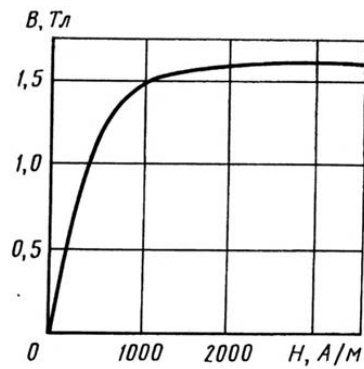

Рис. 2
9. Какой магнитный поток возбуждается в тороидальном магнитопроводе, изготовленном из электротехнической стали, кривая намагничивания которой приведена на рис. 2, если длина средней линии кольца магнитопровода $l_{cp} = 2,5$ дм, площадь поперечного сечения магнитопровода $S = 8$ см², ток в обмотке $I = 4$ А, а количество витков обмотки $W = 200$?